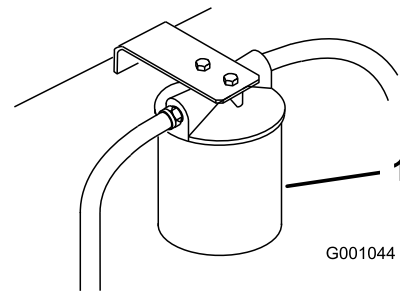

Figure 79
3. Placez un bac de vidange sous le filtre, déposez le filtre usagé et essuyez la surface du joint de l'adaptateur (Figure 79).